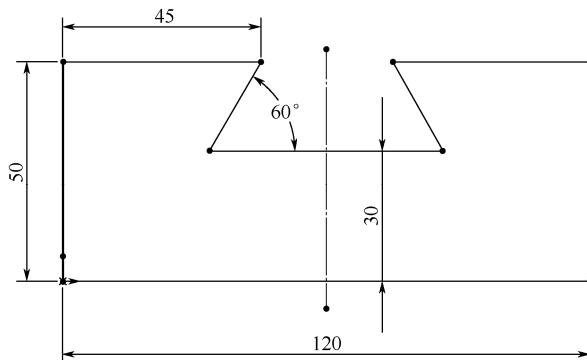

图 2-83 由直线组成的草图
(1) 由直线组成的草图如图 2-83 所示，草图中包含一条中心线和多条直线，草图是对称图形。在绘制草图时，先绘中心线，再绘制直线。